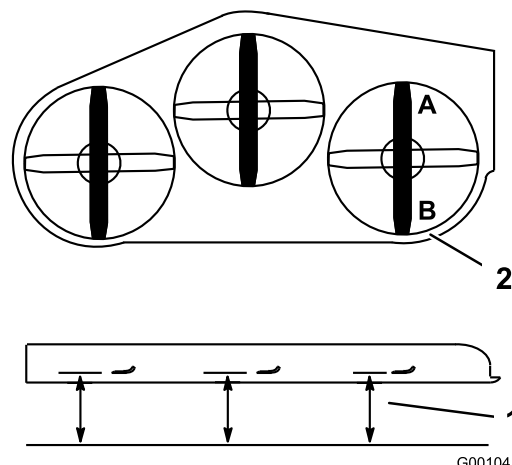

Figura 75
1. Coloque la cuchilla derecha en posición longitudinal (Figura 75).
2. Mida la cuchilla derecha en la posición **A** desde una superficie nivelada hasta el filo de corte del extremo de la cuchilla (Figura 75).
4. Mida la cuchilla derecha en la posición **B** desde una superficie nivelada hasta el filo de corte del extremo de la cuchilla (Figura 75).
6. La cuchilla del cortacésped debe estar entre 6 y 10 mm más baja en la posición **A** que en la posición **B** (Figura 75). Si no es correcta la distancia, continúe con los pasos siguientes.